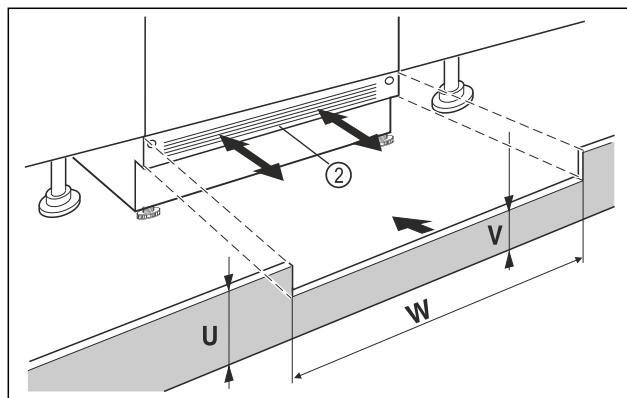

Fig. 12 Reprezentare exemplificatoare
- ▶ Așezați dar nu fixați încă masca postamentului aparatului Fig. 12 (2).
- ▶ Dacă masca postamentului Fig. 12 (2) este vizibilă, trageți-o spre înainte, astfel încât marginea frontală a grilajului de ventilare și masca postamentului mobilierului să formeze un plan.
- ▶ Dacă masca postamentului Fig. 12 (2) este acoperită, glisați-o complet spre înapoi.
- ▶ Acordați atenție fantelor de ventilare complet libere: Dacă este necesar, tăiați corespunzător înălțimea măștii postamentului mobilierului Fig. 12 (U).
- ▶ Adaptați înălțimea pragului Fig. 12 (V) sub masca postamentului aparatului Fig. 12 (2) de-a lungul lățimii nișei Fig. 12 (W).